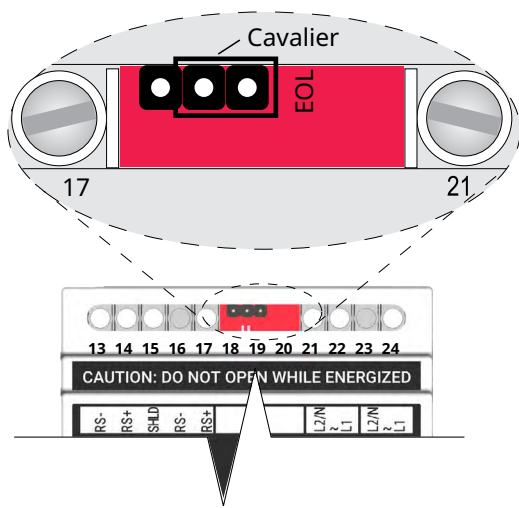

Figure 4a. Cavalier de fin de ligne (EOL) pour le dernier TTSIM-3/4
- Sur le dernier TTSIM-3/4 du circuit, placez le cavalier comme illustré à la figure 4a.